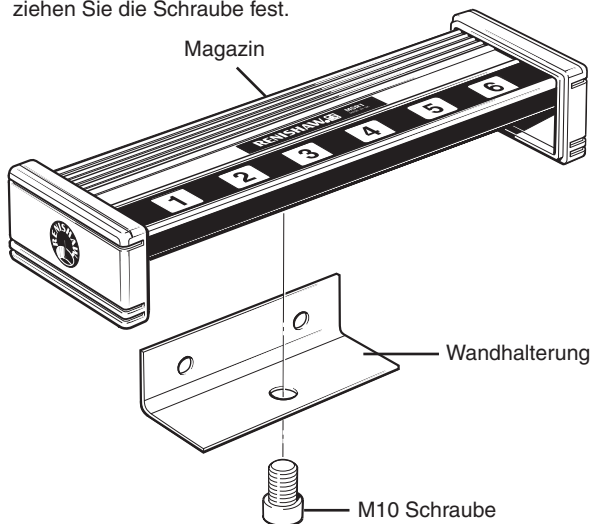

Abbildung 11 - Wandmontage des MSR1
Um das MSR1 an einer Wand zu befestigen, sind folgende Prozeduren durchzuführen (siehe Abbildung 11):
1. Um das MSR1 an einer Wand zu befestigen, sind folgende Prozeduren durchzuführen (siehe Abbildung 11):